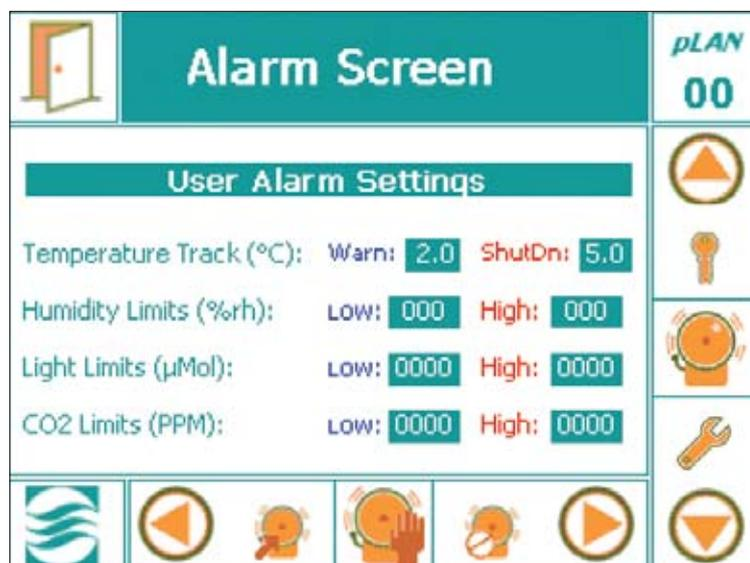
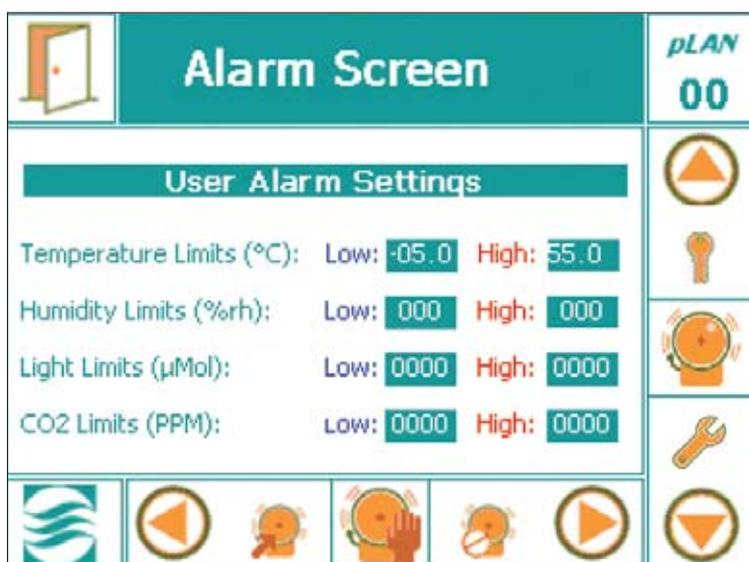

Figure 5-2 : Ecran Alarm (Alarmes) en mode Ramp (progressif)
Figure 5-3 : Ecran Alarm (Alarmes) en mode Step (par paliers)
2. Appuyez sur l'icône de réglage des alarmes  pour afficher l'un des écrans suivants, selon que le contrôleur est en mode Ramp (progressif) ou Step (par paliers). Reportez-vous à la figure 5-2 : Ecran Alarm (Alarmes) en mode Ramp (progressif), ou à la figure 5-3 : Ecran Alarm (Alarmes) en mode Step (par paliers).